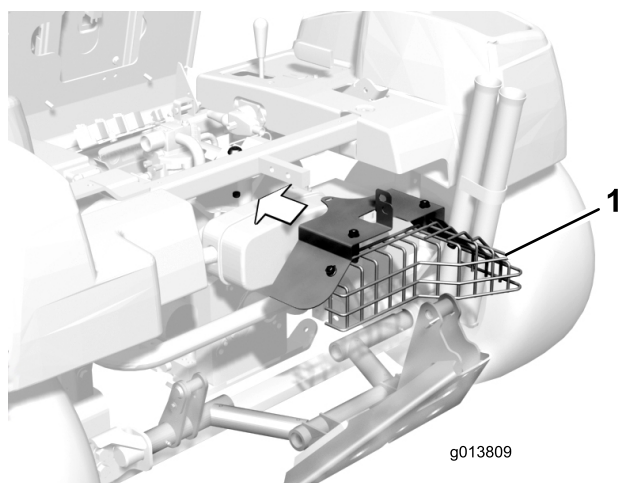

図 9
13. シールド・アセンブリの位置決めを行う；取り付けタブが上ローラ・プレートの取り付け穴にまたがるように、そしてねじが後シールドの穴にはまるようにセットする。ねじとナットで、シールドを仮止めする（図 9）。